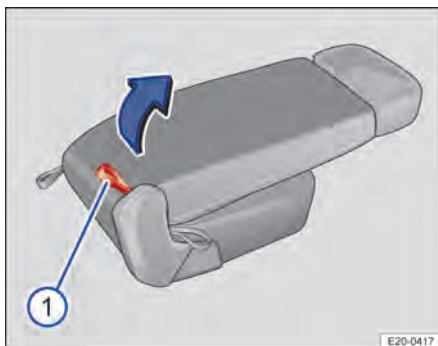

Fig. 67 Deuxième rangée de sièges : Escamotage d'un siège
2. Tirez sur la dragonne rouge → fig. 67 ⓘ au dos du siège et basculez le siège vers l'avant.